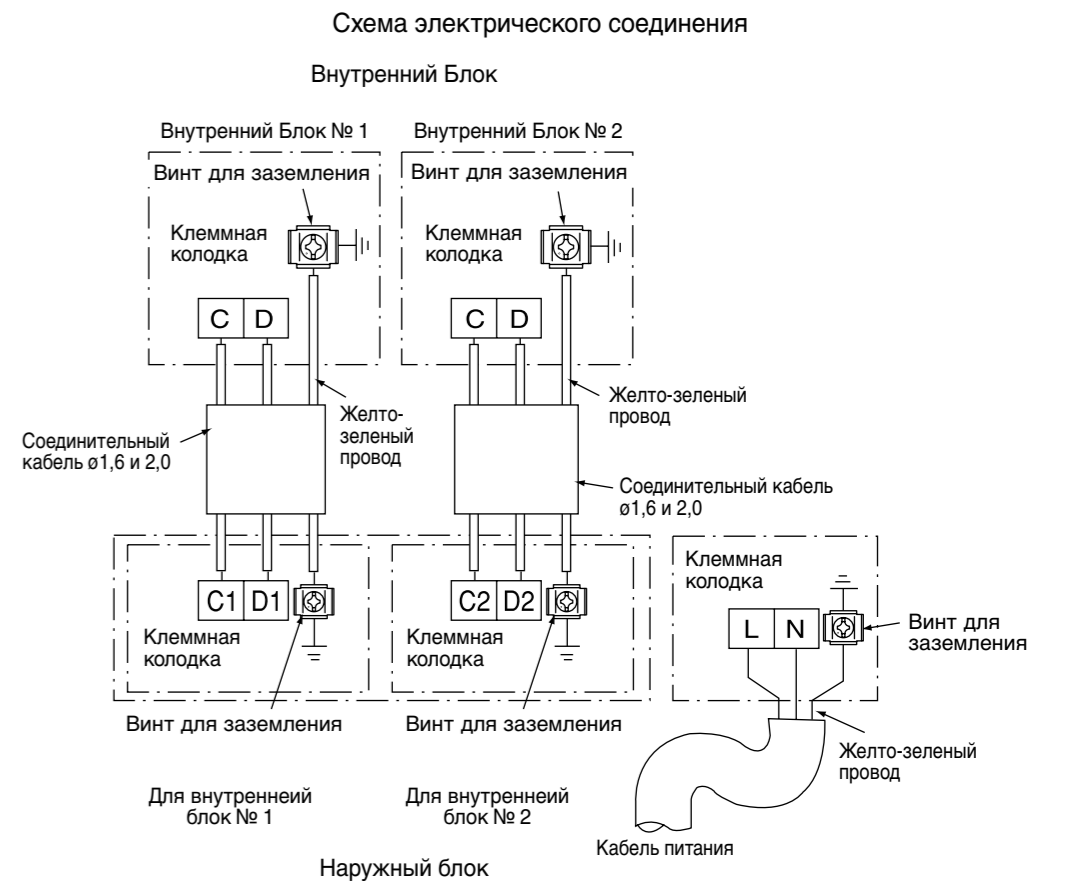

Рис. 3-1
- Осуществить электрическое соединение Внутреннего и Наружного блока в соответствии со схемой на рис. 3-1. Не допускать неправильного подключения соединительных линий.
- Соединительный кабель должен быть подключен в соответствии с Рис. 3-1, так, чтобы номер внутреннего блока соответствовал номеру контактной колодки внутреннего блока.